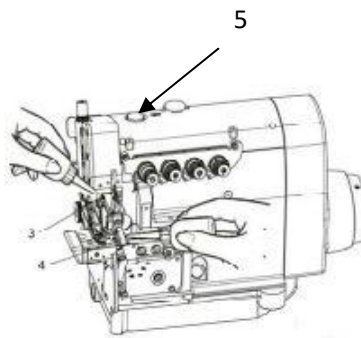
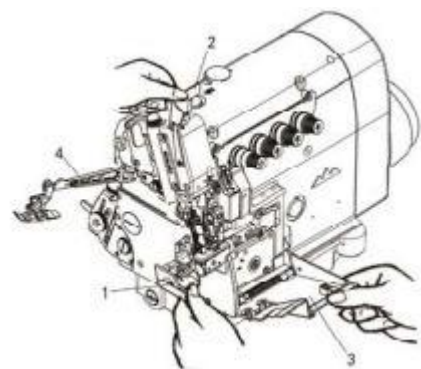

图 3
图 9
首先把(图 3)股位检测抬起然后把(图 3)分层拉开后对第一次使用缝纫机时，以及使用已有一段时间没有使用 的缝纫机时，请用给油瓶在针杆 3 和上弯针台 4 处分别 给油 2~3 滴。
1. 请打开分层和放下股位检测（图 3），打开翻盖 1、护眼罩 2、前罩 3、抬压脚臂 4。穿过线以后，请恢复到原来的位置。（图 9）